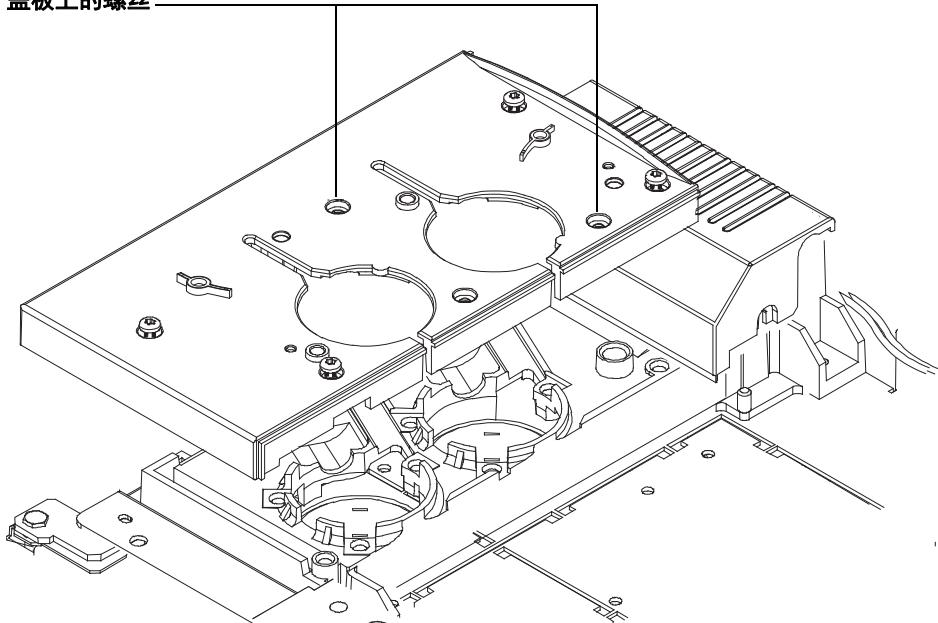

图 3 更换进样口顶部盖板和进样口风扇盖板 (6890 系列 GC)
- 4 使用原始进样口盖板上的两个螺丝将更换的进样口顶部盖板固定到孔位置中 (图 3)。